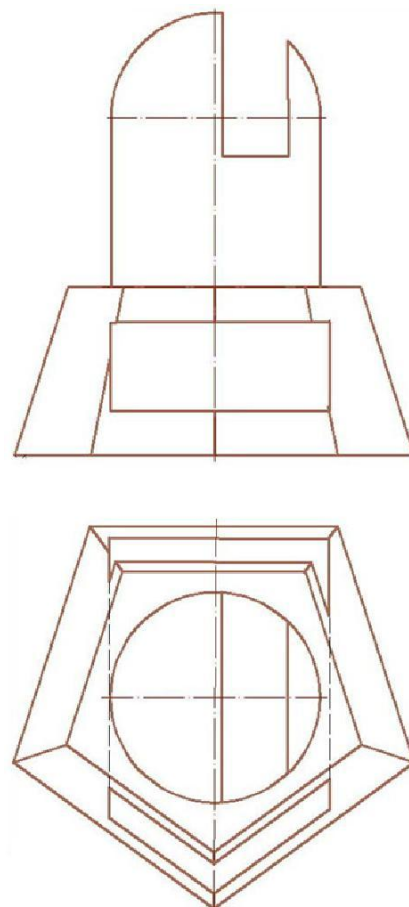
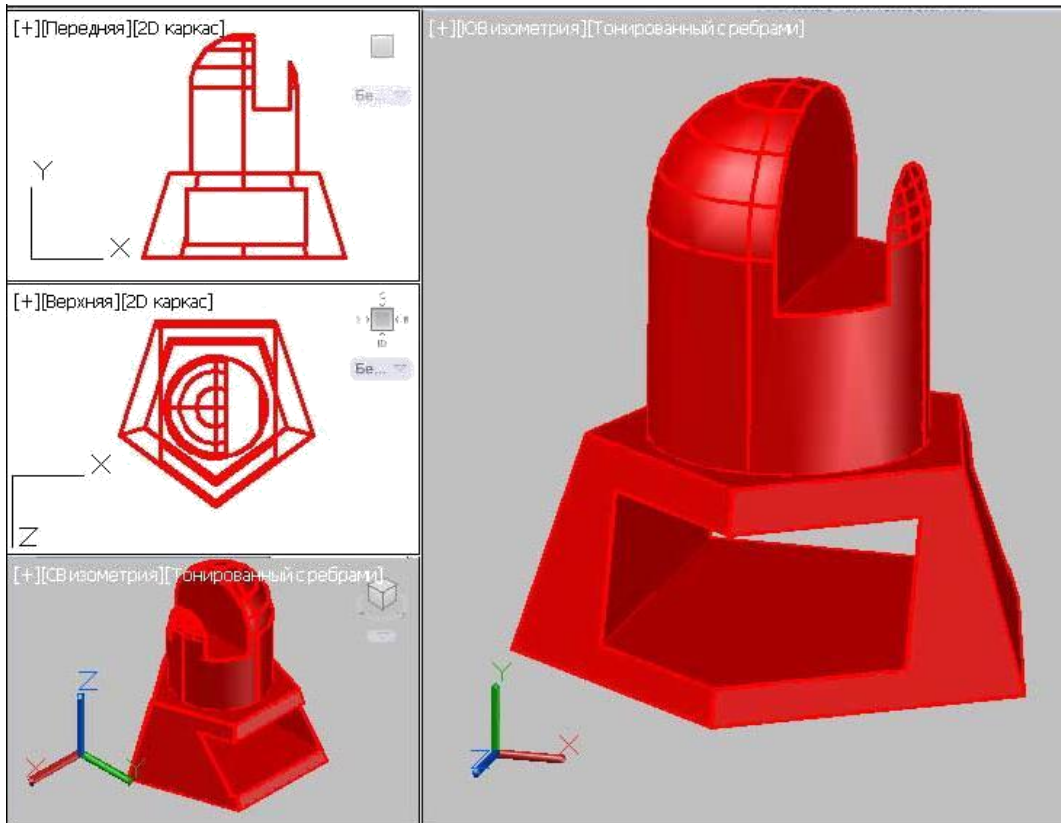

Рис. 5.22. Исходные данные к практическому занятию №5 «Трехмерное моделирование»
Рис. 5.29. Изображение твердотельного объекта в завершенном виде
Необходимо создать 3D-модель по заданным двум проекциям (возможно без учета размеров, соблюдая только пропорции объекта) (рис. 5.22).
1. Проанализировать последовательность создания объекта. Необходимо разделить его на простые составляющие трехмерные объекты. Например, геометрический объект, изображенный на рис. 5.22 (наглядное изображение рис. 5.29), можно разделить на пятиугольную усеченную пирамиду, цилиндр и полусферу. В объекте имеются также сквозные пазы прямоугольной формы.
– С помощью команды **Вычитание** создать в моделируемом теле сквозное отверстие и паз. Для этого сначала указать тела, из которых будет производиться вычитание: пирамиду, цилиндр и сферу. Далее завершить выбор и указать тела, которые необходимо вычесть, т. е. призмы, формирующие отверстие и паз. После завершения команды на экране появится окончательно сформированный объект, который можно визуализировать различными визуальными стилями и поворачивать под любым углом к наблюдателю с помощью команды **Орбита** . Объединить составные примитивы в единый объект . При этом объект ста-нет единым и примет свойства первого из указанных (например, цвет объекта) (рис. 5.29).